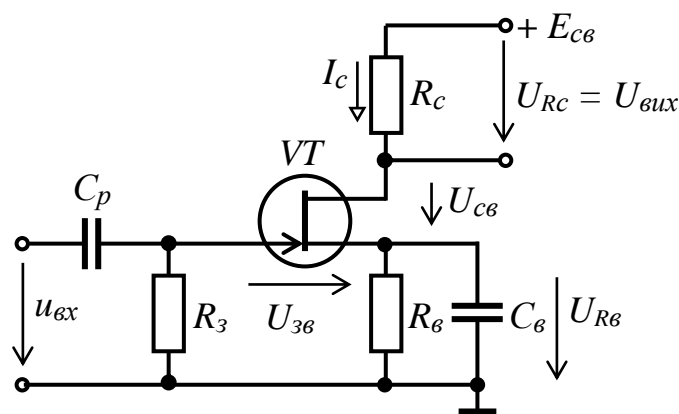

Рисунок 1
23. Для чого призначений конденсатор C_B (рис. 1)?
24. Для чого призначений резистор R_3 (рис. 1)?
25. Для чого призначений конденсатор C_P (рис. 1)?